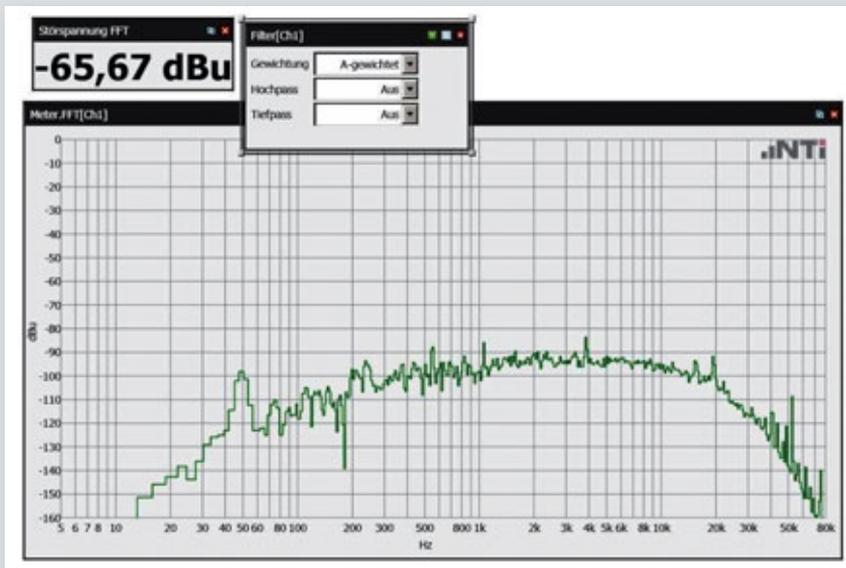

Bild 10: Die Geräuschspannung beträgt bei offenen Pegelstellern -65,67 dBu (A)
Betrachten wir die Geräuschspannung in Bild 10 mit -65,67dBu (A) und addieren die maximale Ausgangsamplitude von 42,5dBu (104 Volt) hinzu, resultiert eine Gesamtdynamik von 108 dB. Die Messung in Bild 11 zeigt einen Frequenzgang zwischen 5 Hz und 20 kHz (bei 48 kHz Samplerate des DSP) mit weniger als 3-dB-Absenkung. Die rote Kurve zeigt dabei die Funktion des